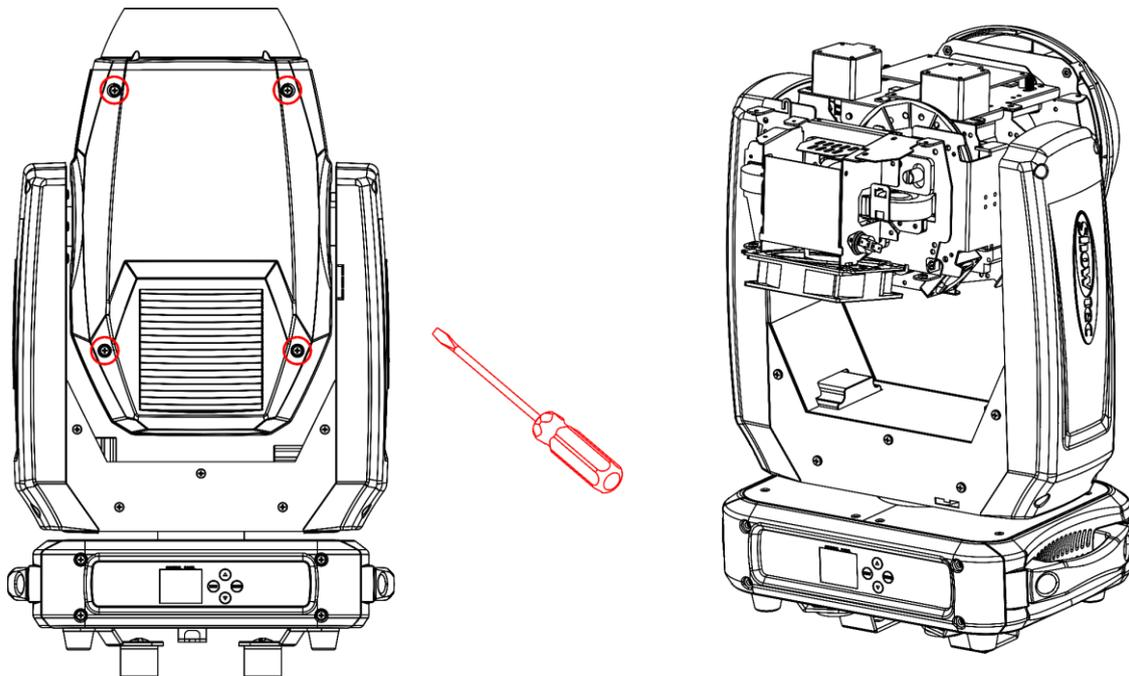

Abb. 18
- 02) Lösen Sie die 8 Schrauben am Gehäuse und nehmen Sie beide Abdeckungen ab (Abb. 18).